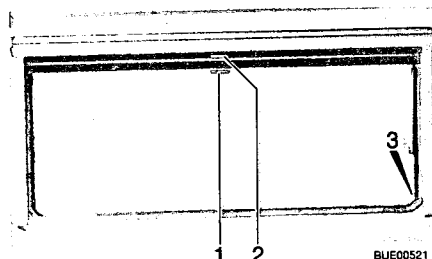

Bild 13 Ausstellfenster
- Verdunklungsrollo am Griff (Bild 13,2) nach unten ziehen. Wenn das Verdunklungsrollo ganz geschlossen wird, das Verdunklungsrollo auf beiden Seiten am Fensterrahmen in die Arretierung (Bild 13,3) einhängen.
- Wenn das Verdunklungsrollo vollständig geschlossen ist: Den Griff (Bild 13,2) nach unten drücken und den Griff dabei leicht nach innen ziehen. Das Verdunklungsrollo aus den Arretierungen links und rechts am Fensterrahmen aushängen.
- Wenn sich das Verdunklungsrollo in Zwischenposition befindet: Den Griff (Bild 13,2) leicht nach unten ziehen, bis sich die Arretierung gelöst hat.
- Insektenschutzrollo am Griff (Bild 13,1) nach unten ziehen und auf beiden Seiten am Fensterrahmen in die Arretierung (Bild 13,3) einhängen.
- Griff (Bild 13,1) nach unten drücken und den Griff dabei leicht nach innen ziehen. Das Insektenschutzrollo aus den Arretierungen links und rechts am Fensterrahmen aushängen.